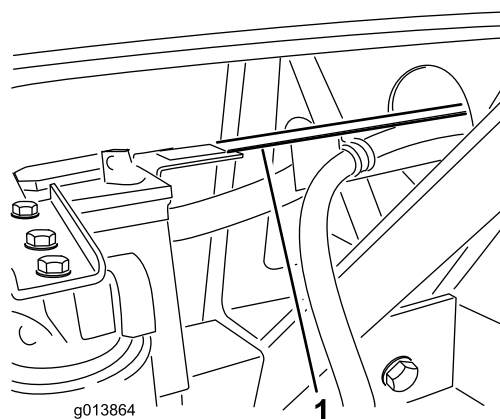

Figura 10
33. La guida flessibile dovrebbe essere posizionata sopra la linguetta rispetto al cavalletto verticale del vassoio batteria (Figura 10). Se i fori della guida flessibile non corrispondono ai fori della linguetta del vassoio batteria, la lunghezza della guida flessibile può essere regolata allentando i bulloni che fissano la guida flessibile alla staffa del serbatoio idraulico e spostando la guida avanti o indietro, in base alla necessità.
34. Attaccate la guida dei flessibili alla linguetta del vassoio batteria utilizzando (2) bulloni da 1/4 x 3/4 pollici e dadi di bloccaggio flangiati (Figura 10).